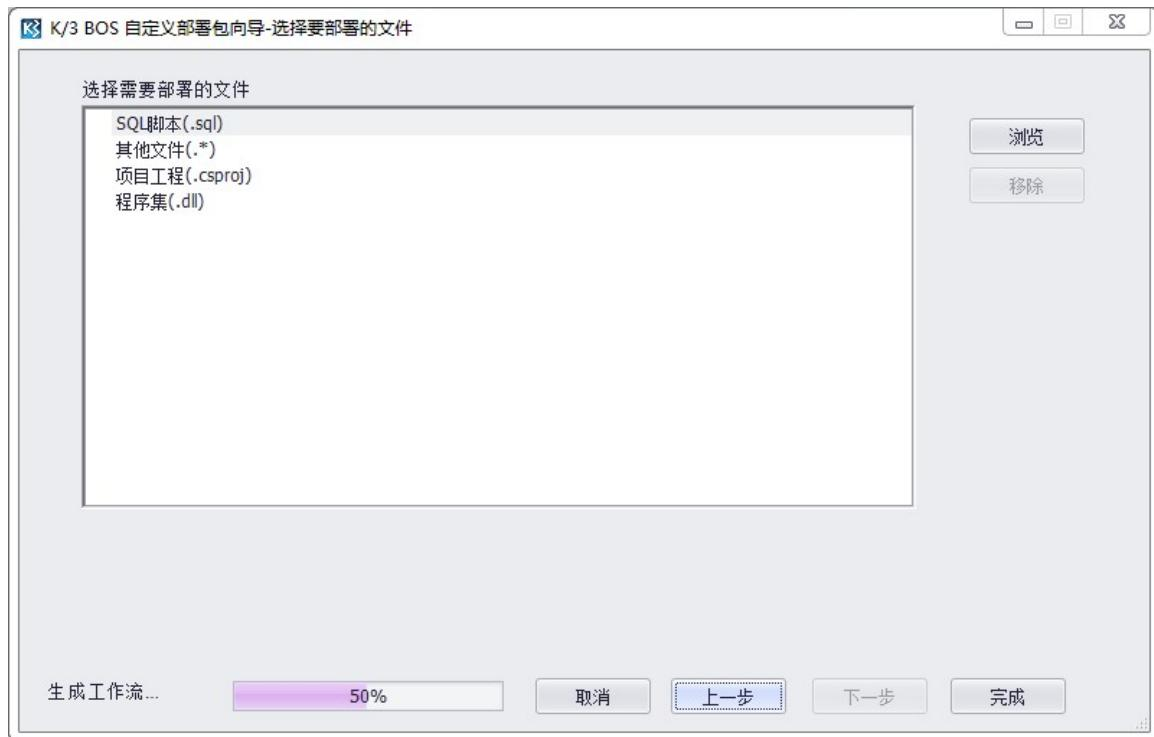

图 12-1-5 文件部署配置界面
- 4、文件部署支持选择本地 SQL 脚本、项目工程、程序集、其他文件、插件等，选择的文本将于业务对象一起打入部署包，点击完成生成部署包，完成后自动退出向导界面，如图 12-1-5 所示。